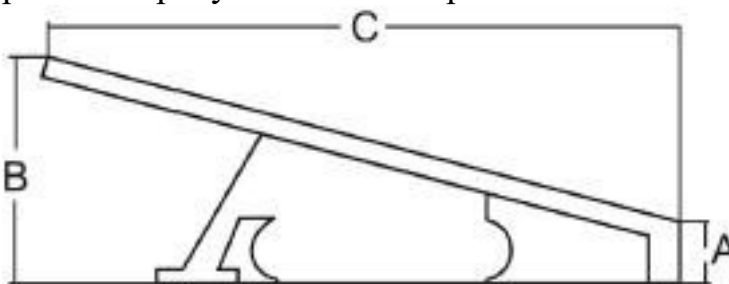

Рис. 3.1 Схема
- ① Установите инклинометр на буровую установку и на землю, чтобы определить их углы наклона; разница их углов и будет углом вхождения (Рис. 3.1).
- ② Измерьте высоту А (от переднего края рамы до земли) и высоту В (от заднего края рамы до земли) и рассчитайте разницу между В и А. Измерьте расстояние С (между передним и задним концами по прямой). Рассчитайте значение угла входа по данной формуле:  $((B-A) / C) \times 100$ . Если угол вхождения слишком мал, можно выйти на горизонтальное бурение быстрее, без изгиба буровой штанги. Если угол вхождения большой, то для выхода на горизонтальное бурение потребуется большее расстояние и большая глубина.